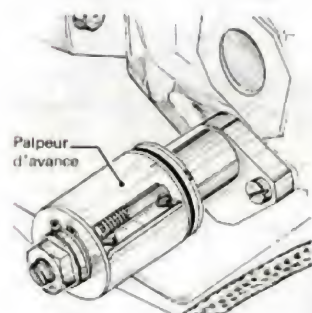

Fig. 52.
(1) Voir paragraphe correspondant.
(2) L'équipement d'essai devra être conforme aux spécifications données p. 150 et 151.
- Monter le palpeur d'avance à l'opposé du ressort et contrôler le point « 0 » du vernier (fig. 52).
- Faire tourner la pompe dans le sens de rotation (1).